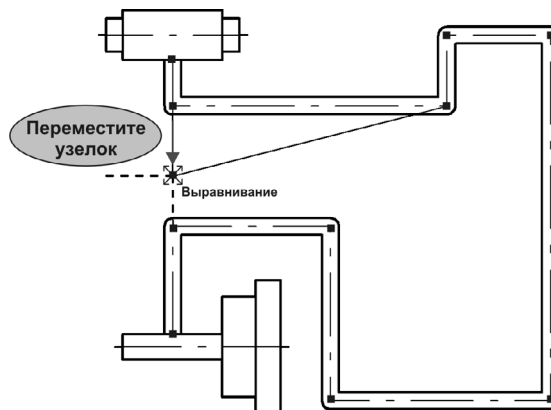

Рис. 59.82.
5. Выделите точку, показанную на рис. 59.82 и переместите ее вертикально вниз. Используйте привязку **Выравнивание**.